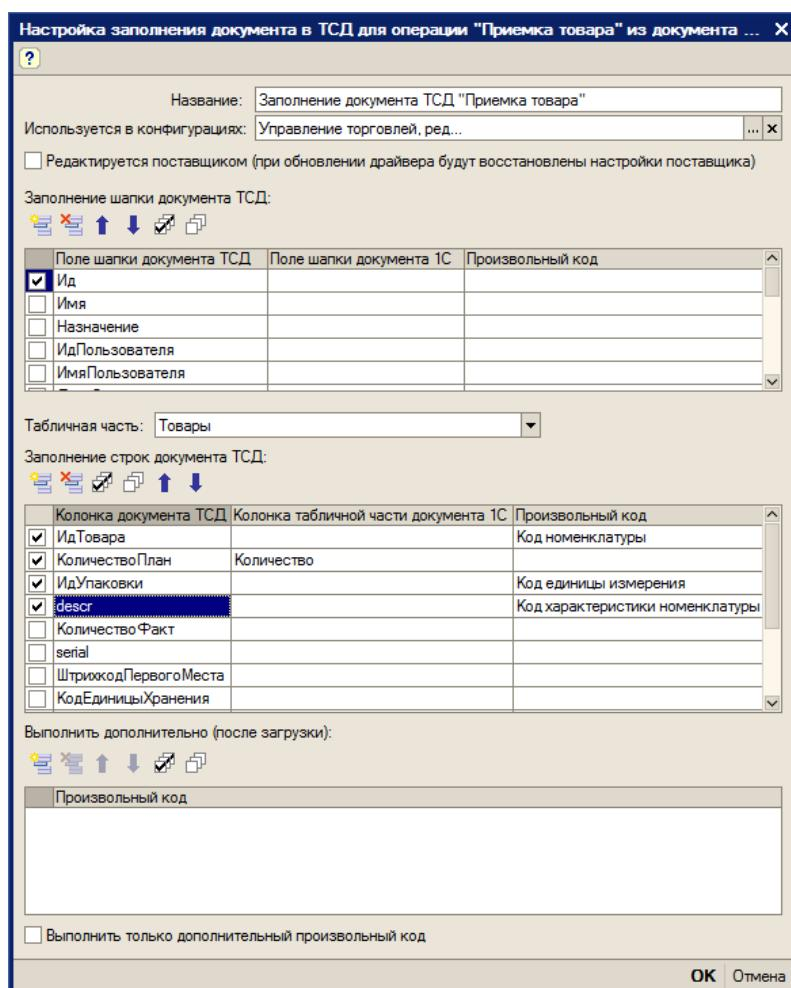

Рис.2.6. Настройка заполнения документа ТСД
Форма элемента справочника показана на рис.2.6.
**⚠ Действия по заполнению выполняются последовательно - в том порядке, в каком указаны в окне настроек.** Например, на рис.2.6, сначала последовательно (сверху вниз) происходит заполнение шапки документа ТСД: сначала заполняется «Ид», далее выполняется заполнение строк документа ТСД (сверху вниз): заполняются колонки «ИдТовара», «КоличествоПлан», «ИдУпаковки», «descr». Далее выполняется последовательно (сверху вниз) произвольный код из таблицы «Выполнить дополнительно (после загрузки)», в данном случае никакого произвольного кода нет.